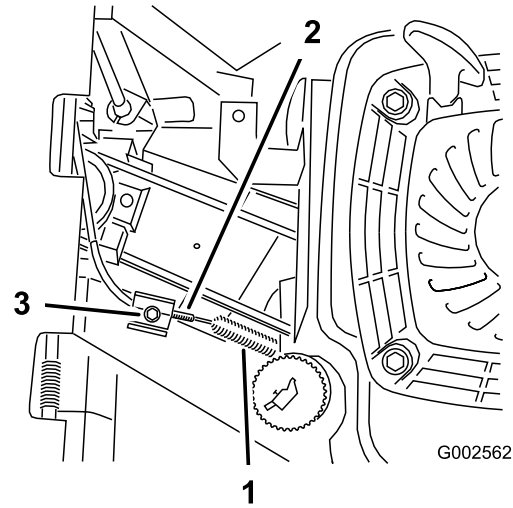

Figura 30
4. Afloje el tornillo de la abrazadera hasta que se deslice el conducto del cable del freno (Figura 30).